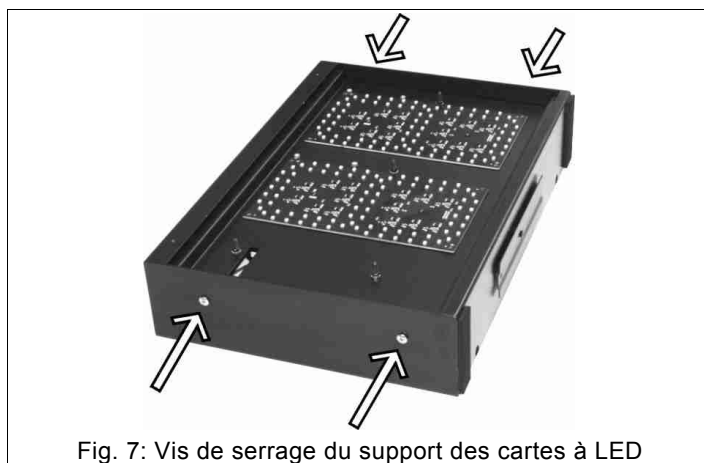
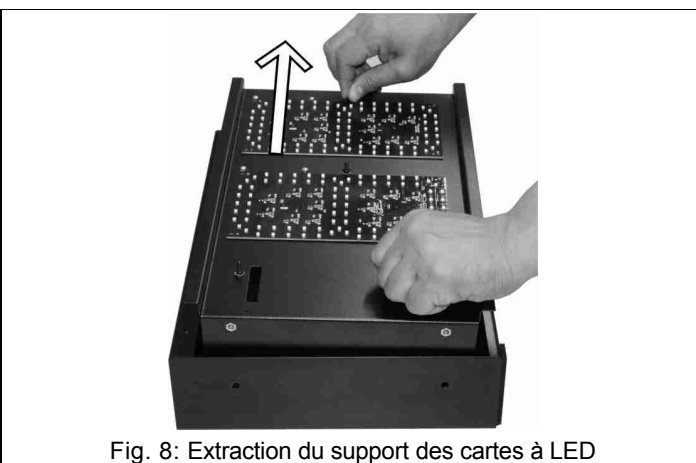
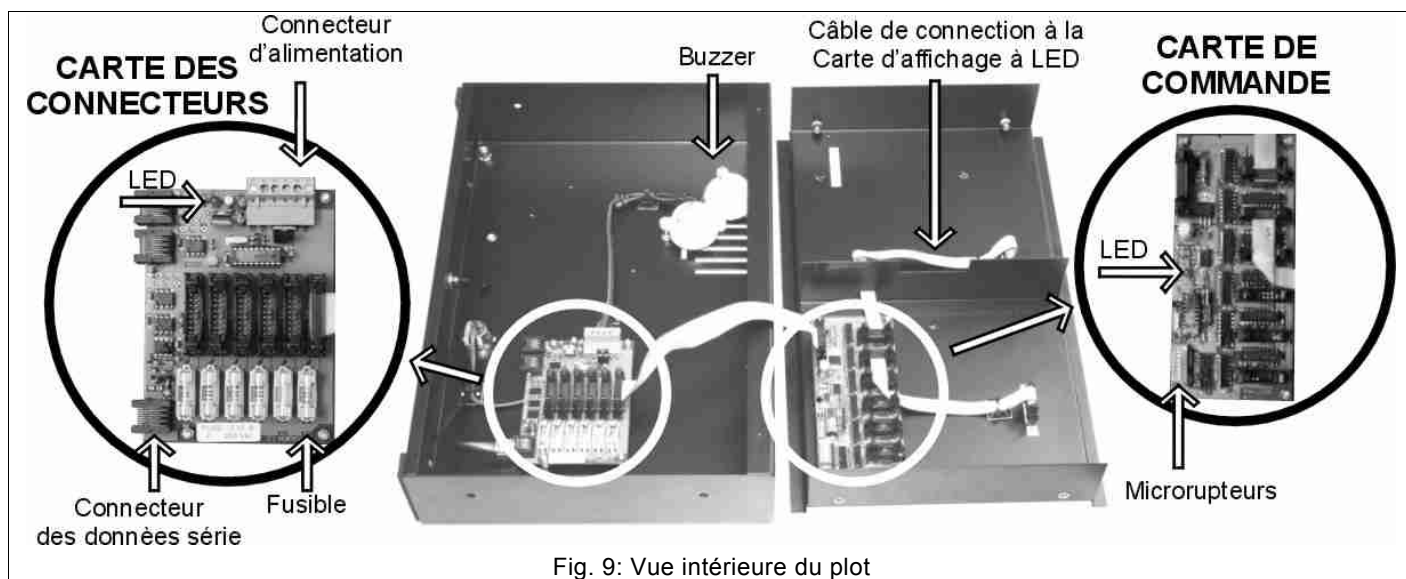

Fig. 7: Vis de serrage du support des cartes à LED
Fig. 8: Extraction du support des cartes à LED
Fig. 9: Vue intérieure du plot
- c) repérez la carte des connecteurs dans le tableau (Fig. 9) et vérifiez la présence de courant continu +24 Vcc sur le connecteur d'alimentation (le LED rouge de la carte des connecteurs doit être allumé). En cas d'absence de courant vérifiez les câbles et la Boîte des connexions, dans le cas contraire, cherchez le fusible près du connecteur où est branché le câble plat 16 contacts de la carte de commande. Remplacez le fusible s'il est grillé; dans le cas contraire, remplacez la carte des connecteurs (chapitre 5.4).
- b) connectez la Console de commande directement au connecteur de données série de la carte des connecteurs (Fig. 9) avec un câble série fonctionnant correctement et alimentez le tableau;
2. Remplacez le câble qui connecte la carte à LED à la carte de commande (Fig. 9).
3. Dévissez les 4 vis latérales montrés sur la Fig. 7, soulevez le support métallique des cartes à LED (Fig. 8) et placez-le sur un table comme dans la Fig. 9.
4. Repérez la carte de commande installée à l'intérieur du support (Fig. 9). Ôtez tous les connecteurs de la carte en notant leur position.
2. Repérez la carte des connecteurs (Fig. 9); ôtez tous les connecteurs en notant leur position.
2. Repérez l'avertisseur (Fig. 9) à remplacer et déconnectez les câbles (rouge: +, noir: -) des deux connecteurs.
Sur chaque module des plots 30 secondes est montée une carte de commande équipée de microrupteurs (Fig. 9) qui doivent avoir la configuration suivante.